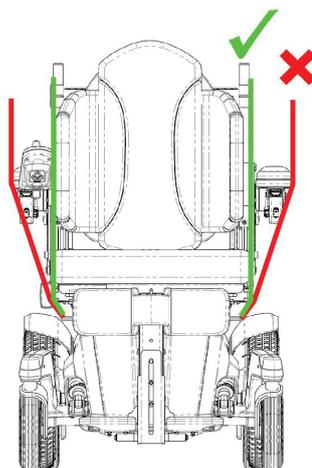

Figure 5.1 Führen der Hebegurte
**Magic 360, Frontier V6 und V4:** Die Verankerungsringe können zum Heben des Elektrorollstuhls ohne den Benutzer verwendet werden. Die Verankerungsringe sind in Figure 5.2 rot markiert. Es ist unbedingt darauf zu achten, dass die Hebegurte an der Innenseite der Armlehnen entlang geführt und von anderen Teilen ferngehalten werden, die beim Heben des Elektrorollstuhls einer zu hohen Belastung ausgesetzt wären. Die ideale Führung der Gurte wird in Figure 5.1 gezeigt.